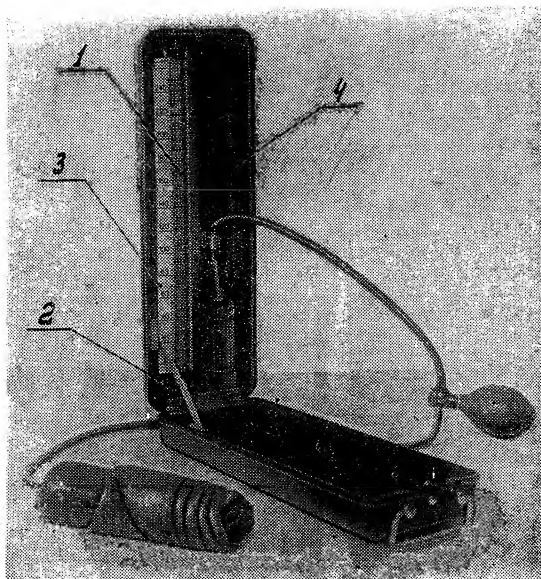

Рис. 1.
Сфигмоманометр состоит из 4 основных частей (рис. 1): манометра, нагнетателя пневматического, манжеты и футляра.
Манометр представляет собой два сообщающихся сосуда, залитых ртутью. Первый сосуд представляет собой стеклянную трубку (1) (рис. 1), второй — резервуар. Трубка (1) закрепляется в основании (2), имеющем внутри соединительный канал. Шкала (3)
Манжета (рис. 1) представляет собой резиновый мешок, вложенный в зашитый матерчатый чехол, имеющий длинный суженный шлейф для плотного закрепления манжеты на руке.
Футляр (рис. 1) представляет собой ящик, крышка которого является панелью манометра.